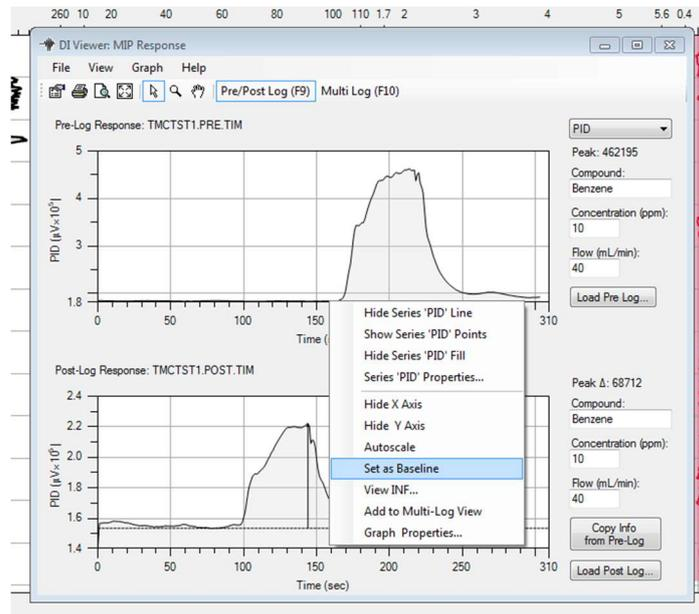

Figure 30 : Définition des points pour la ligne de base et le pic de réponse.
8. Sélectionnez *Set as Baseline* (Figure 30).